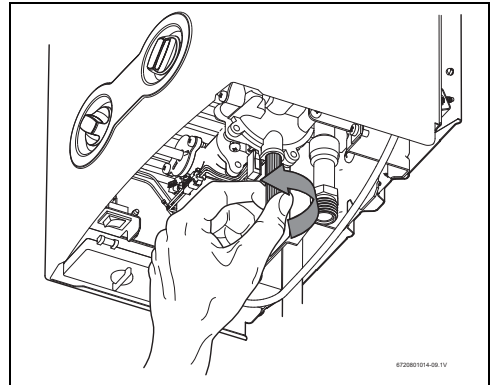

Fig. 11 Tornillo de purga
- ▶ Aflojar tornillo de purga del aparato (→ fig. 11).